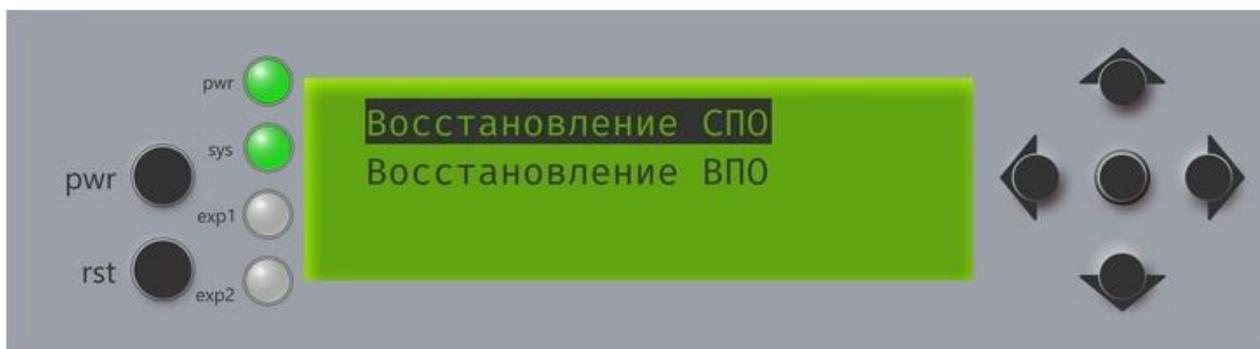

Рисунок 11 – Пункты меню «Сервис»
Примеры диагностической информации по изделию (рисунок 9 – Рисунок 11).
- IP-адреса сетевых интерфейсов, вместо IP-адреса будет прочерк (рисунок 11);